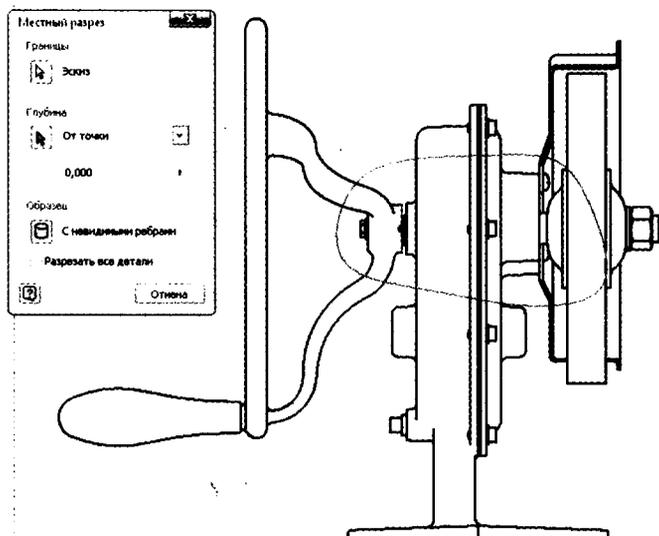

Рис. 6.4. После выбора контура вы определяете глубину разреза
- Наведите на окружность. Когда появится зеленая точка, щелкните на ней, как показано на рис. 6.4¹.